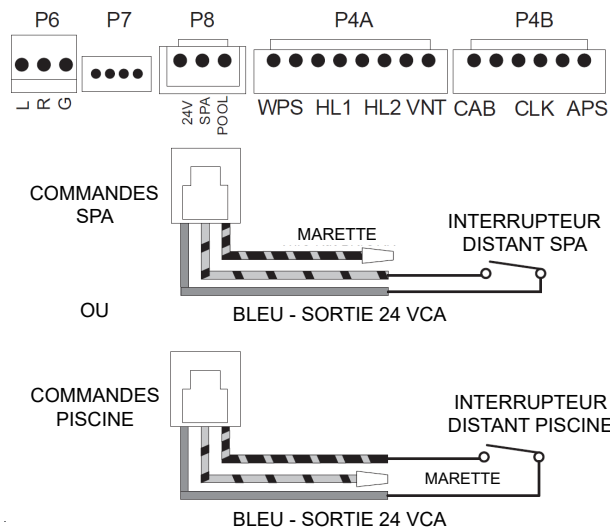

Figure 57. Harnais de câble 2 fils pour thermostat externe
5. Depuis le harnais de câble à 3 fils pour thermostat externe, connectez le fil BLEU d'un côté de l'interrupteur "REMOTE" et connectez l'autre côté de l'interrupteur au fil ORANGE/NOIR dans le cas d'un SPA ou au fil NOIR/ORANGE pour une piscine. Voir **Figure 57**.
7. Connectez le harnais de câble 3 fils pour thermostat externe au connecteur P8 et mettez l'appareil à ON. Voir **Figure 57**.
4. Depuis le harnais de câble à 3 fils pour thermostat externe, connectez le fil BLEU d'un côté de l'interrupteur "REMOTE" et connectez l'autre côté de l'interrupteur au fil ORANGE/NOIR dans le cas d'un SPA ou au fil NOIR/ORANGE pour une piscine. Voir **Figure 57**.